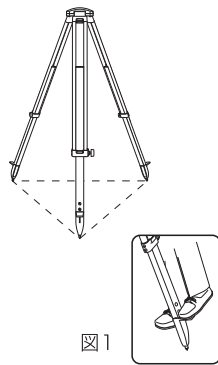
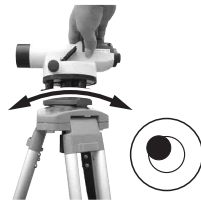
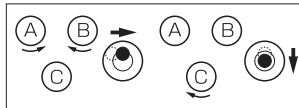

図1
図2
図3
- (1) 目の高さまで三脚を伸ばし、固定ネジで締めます。
- (2) 三脚を開いて石突きを踏み込み、三脚をしっかり固定します。(図1)
- (3) 脚頭がほぼ水平になるように三脚を調整し、脚頭に本体を載せ、定芯棒で固定します。
- (4) 球面脚頭式の場合は定芯棒を少し緩め本体の底板を両手で保持しながら脚頭上をスライドさせ、円型気泡管の○の中心に気泡●を入れます。(図2)
- (5) 定芯棒を締め固定します。
- (6) 整準ネジを調整して円型気泡管の○の中心に気泡●を入れます。(図3)